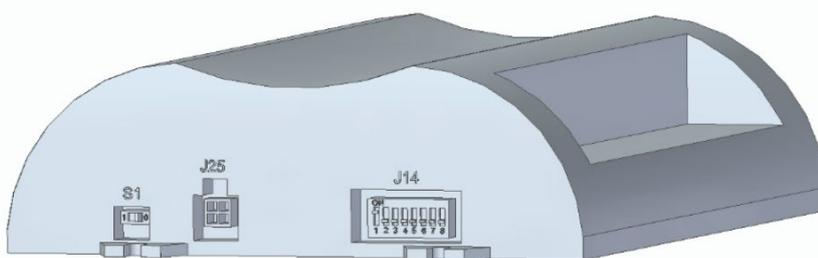

Fig. 9 - Emplacement des commutateurs S1 et J14
- a) Positionner comme suit les commutateurs S1 et J14 du module de commande (fig 9)